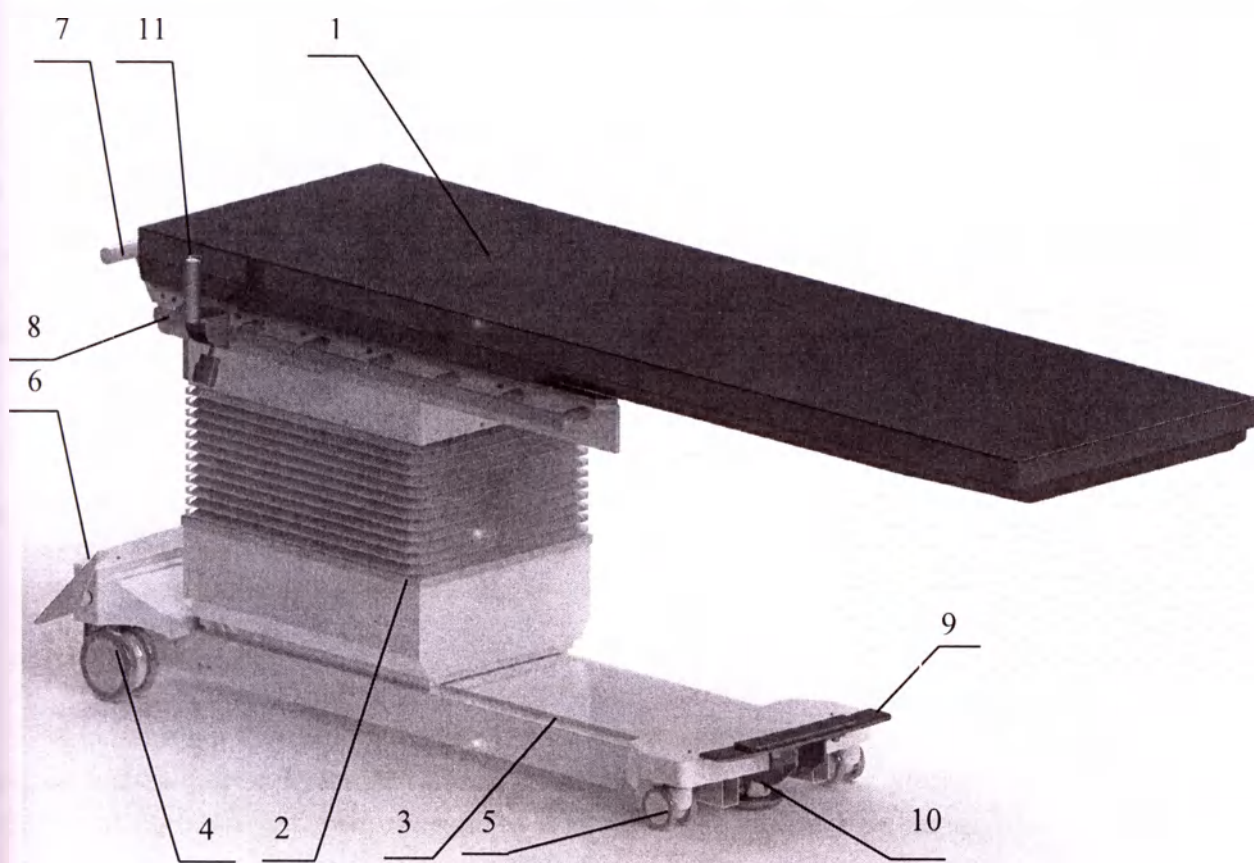
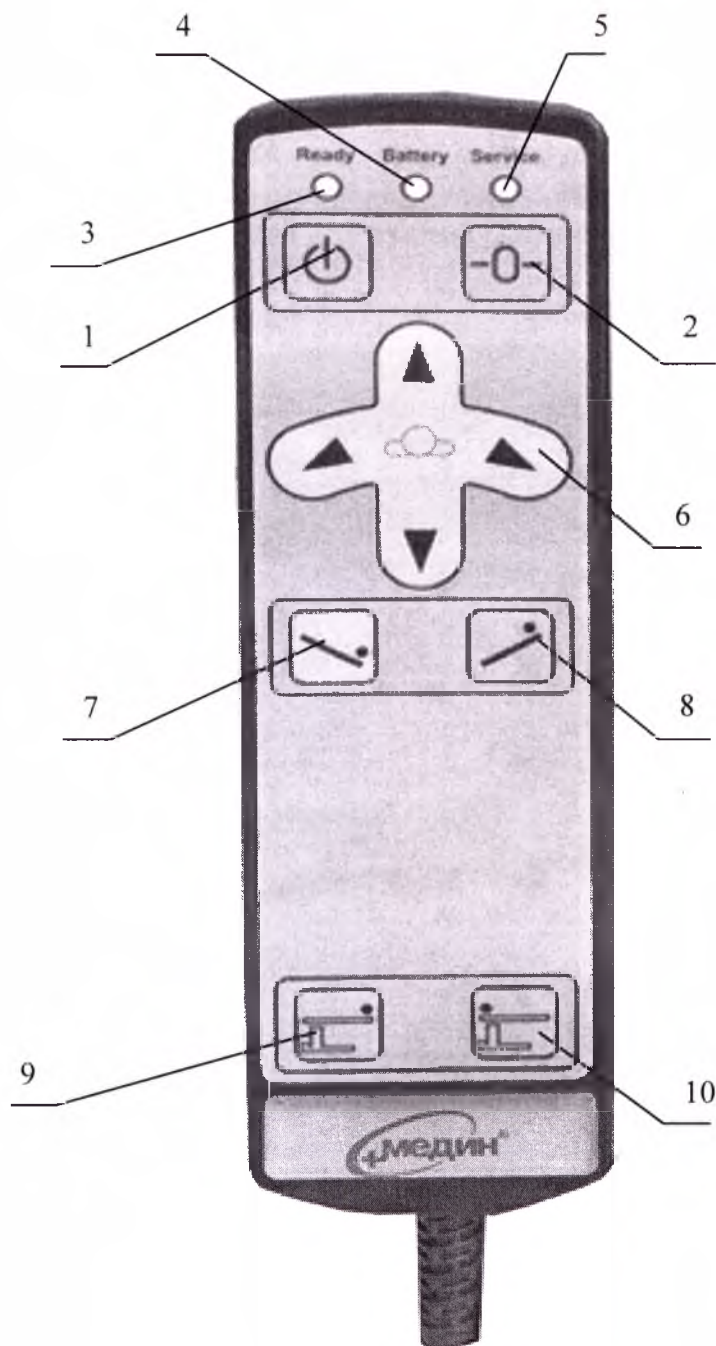

Рисунок 1. Стол рентгенохирургический Медин-Сафис-01
Рисунок 4. Пульт управления вспомогательный и назначение его кнопок.
6.1 Стол рентгенохирургический МЕДИН САФИС-01 (Рисунок 1) состоит из столешницы, станины и направляющей колонны.
Тумба состоит из станины 3 и направляющей 2 (Рисунок 1). В тумбе смонтирован электрический привод, который управляет всеми движениями панели стола:
Тумба снабжена колёсами и выдвижной опорой. Перевод стола в зафиксированное (стационарное) положение производится нажатием ногой на педаль 9 (Рисунок 1) до упора и на педаль тормоза колес 6 (Рисунок 1). При этом поворотные колеса Ø75 поз.5 отрываются от пола и стол устанавливается на регулируемую опору. Поднятием педали вверх стол опускается на колеса в транспортное положение. Нажатием на педаль 6 в другую сторону растормаживаются колеса Ø125мм поз.4.
9.6 Проверьте надежность установки стола на опору 10 (Рисунок 1). При необходимости отрегулируйте опору.
9.7 Вставьте разъемы пультов управления в гнезда, расположенные в верхней части направляющей колонны 2 стола (Рисунок 1).
9.10 Если на пульте управления индикатор 4(Рисунок 4) горит желтым либо красным цветом, то означает, что аккумуляторные батареи частично либо полностью разряжены.
10.1 Подъем и опускание столешницы стола, продольные и поперечные наклоны осуществляются при нажатии соответствующих кнопок пульта управления (Рисунок 4). Продольное и поперечное перемещение панели при помощи ручки толкающей 11 (Рисунок 1).
Внимание! Продольное перемещение столешницы осуществляется только в горизонтальном положении стола. Для удобства выравнивания панели в горизонтальное положение можно воспользоваться кнопкой 2 (Рисунок 4).